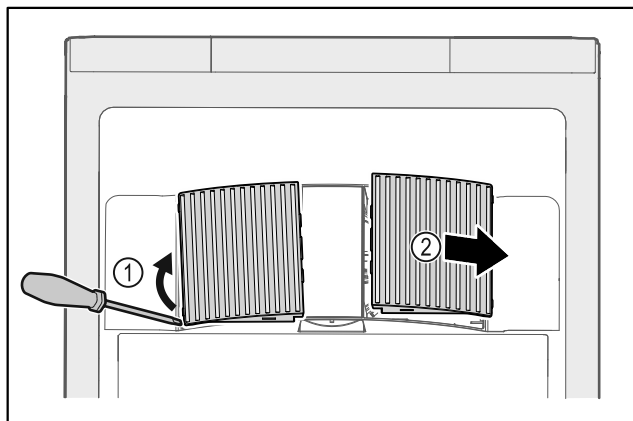

Fig. 148
- Ventilatorafdekkingen voorzichtig aan de zijkant eruit halen Fig. 148 (1) en naar de voorkant toe verwijderen Fig. 148 (2).